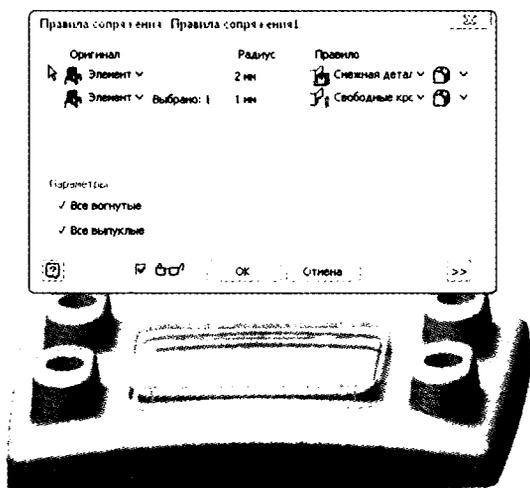

Рис. 9.10. Добавление правила сопряжения между элементом и деталью
5. Щелкните на упор снова, оставьте значение радиуса **1 мм**, но измените правило на **Свободные кромки**. См. рис. 9.10.